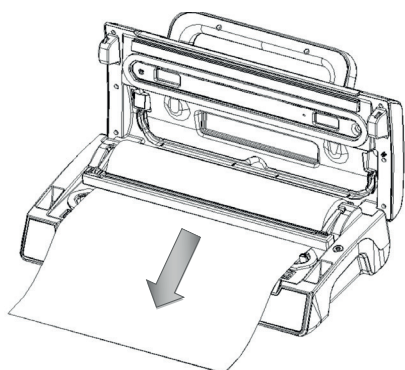

Fig. 3
3. Træk posen ud til den passende og ønskede længde (fig. 3).